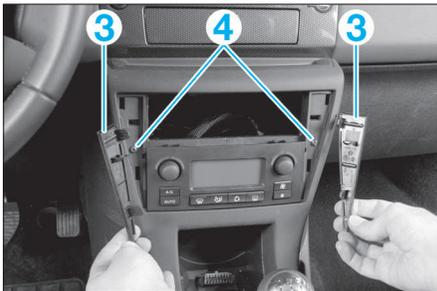

FIG. 6
- Dégrafer avec précaution les enjoliveurs (3).
- Déposer les deux vis de fixation (4) de la console avant de plancher (Fig.6).